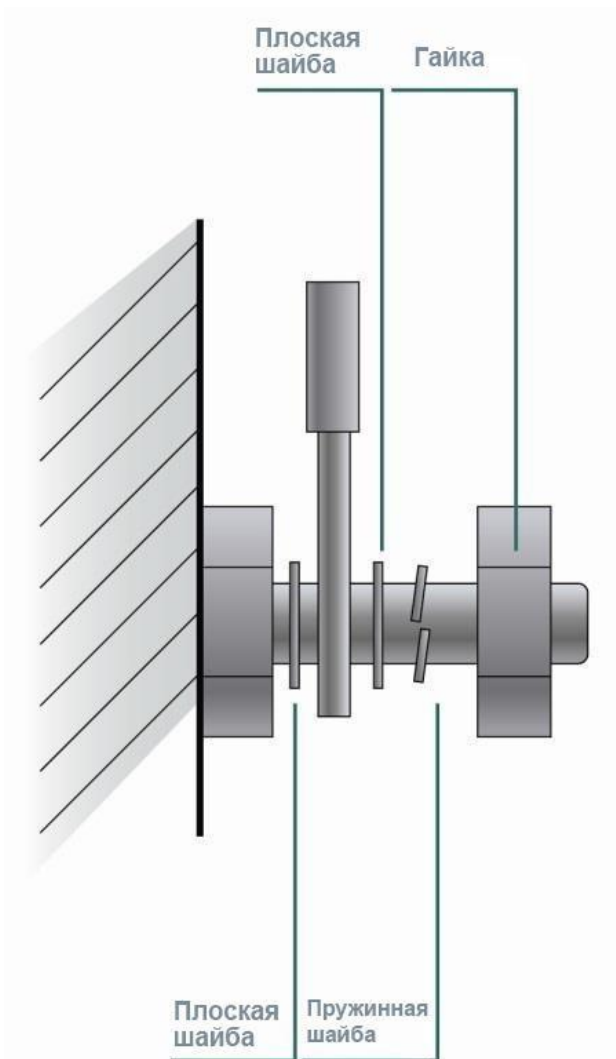

Рисунок 23. Затягивание кабельного контакта
- Когда используете винтовую резьбу для фиксации кабельных контактов, болты или винты должны быть надежно затянуты и должны быть приняты меры против ослабления соединения (Рисунок 23).